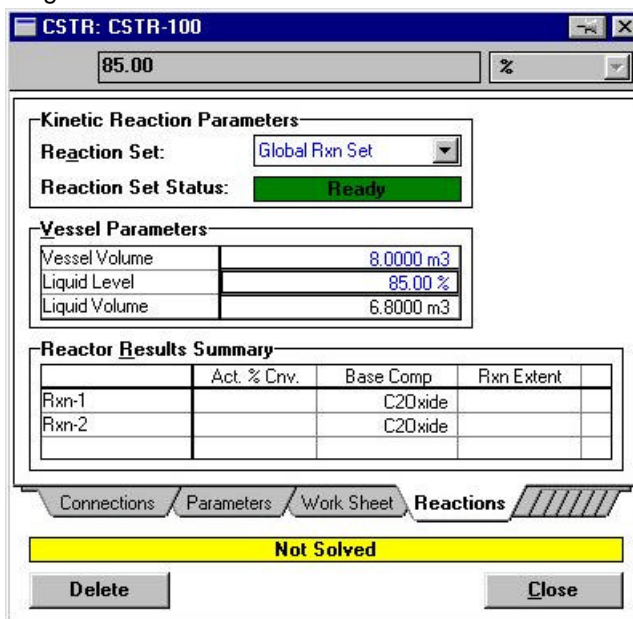

Fig. 23
**Reactions:** abrir la lista desplegable en la celda **Reaction Set** y seleccionar **Global Reaction Set**. Aparecerá un cartel verde con la leyenda **Ready**. Esto significa que ha sido asignada una reacción al reactor. En la sección **Vessel Parameters**, modificar el volumen del reactor a 8 m3 y el nivel del líquido (**Liquid Level**) a 85%. Ver Fig. 23